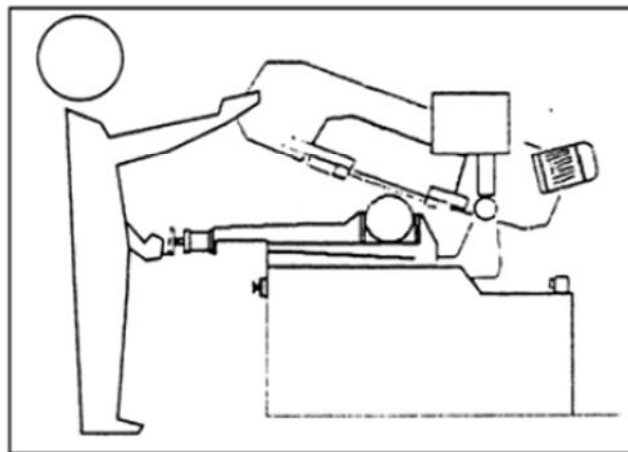

Рис. 6 Схема рекомендуемого нахождения оператора
12. Выполните резку заготовки. При выполнении резки оператору рекомендуется находиться, как указано на смехе нахождения оператора (рис. 6).
- поверните пильный агрегат в соответствующую сторону (вправо / влево при нахождении оператора как указано на схеме рис. 6) и по масштабной линейке (поз. 2 рис. 1.4) указателем (поз. 1 рис. 1.4) установите необходимый угол резания;